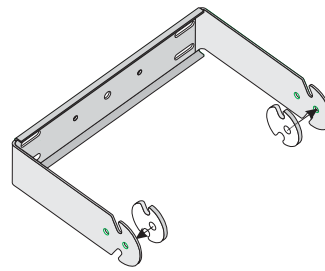
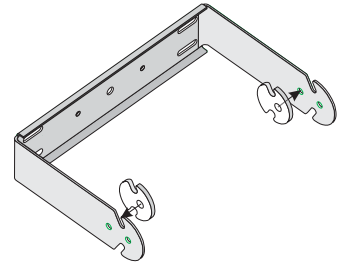

Figure 1- Emplacement du joint pour les trous extérieurs.
Figure 2- Emplacement du joint pour les trous intérieurs.
Étape 4. Si les fentes larges ou les trous extérieurs sont utilisées, retirer le support non collant de chaque joint et coller le joint sur la surface interne de chaque bras du support en alignant son trou central et les fentes (Figure 1). Si le trou intérieur est utilisé, coller le joint en alignant son trou central sur le trou de vis captive intérieur du support (Figure 2).